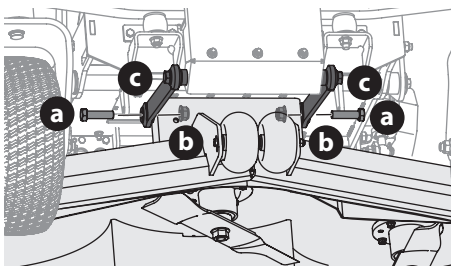

Fig. 59
5. Extraiga los tornillos hexagonales (a) y las tuercas de seguridad bridadas (b) que sujetan las varillas de control frontal de la plataforma (c) a la plataforma (Fig. 59).